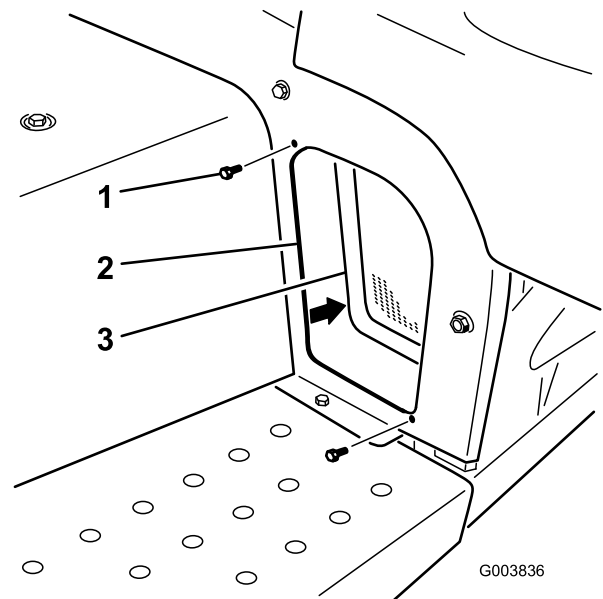

Bild 6
5. Nehmen Sie die zwei Bundbolzen ab, mit denen das linke vordere Gitter am Rahmen befestigt ist (Bild 6). Nehmen Sie das Gitter und die Befestigungen ab und bewahren sie auf.